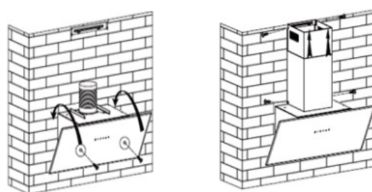
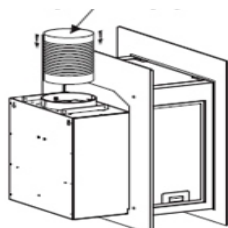

Fig. 2
Fig. 3
3.6.3 - Faça 8 furos para instalação no teto de acordo com a placa de fixação/suspensão, utilize os 8 parafusos escareados de bucha **ST6 * 40 mm** para fixar no teto. Veja a (Fig. 2). Se o teto for feito de concreto, ao invés dos furos redondos use os 4 furos oblongos na placa de fixação/suspensão para perfurar o teto de instalação, use 4 parafusos e buchas **Ø6 * 60mm**. Conforme o desenho os parafusos devem ser usados para fixar a placa no teto.
3.6.4 - Monte o cilindro do parafuso na placa de suspensão com 2 porcas de parafuso M10 para fixar o cilindro do parafuso na placa de suspensão. A extremidade superior do cilindro do parafuso excede a porca em 1 mm conforme Fig. 2.
Siga os passos 1 e 2 da Fig. 2 para colocar a extremidade dos 4 cabos nas respectivas ranhuras da placa superior da coifa e utilize 4 parafusos cabeça chata **ST4 8mm** para bloquear os cabos de aço e evitar que deslizem para fora. Fig. 3 e 4